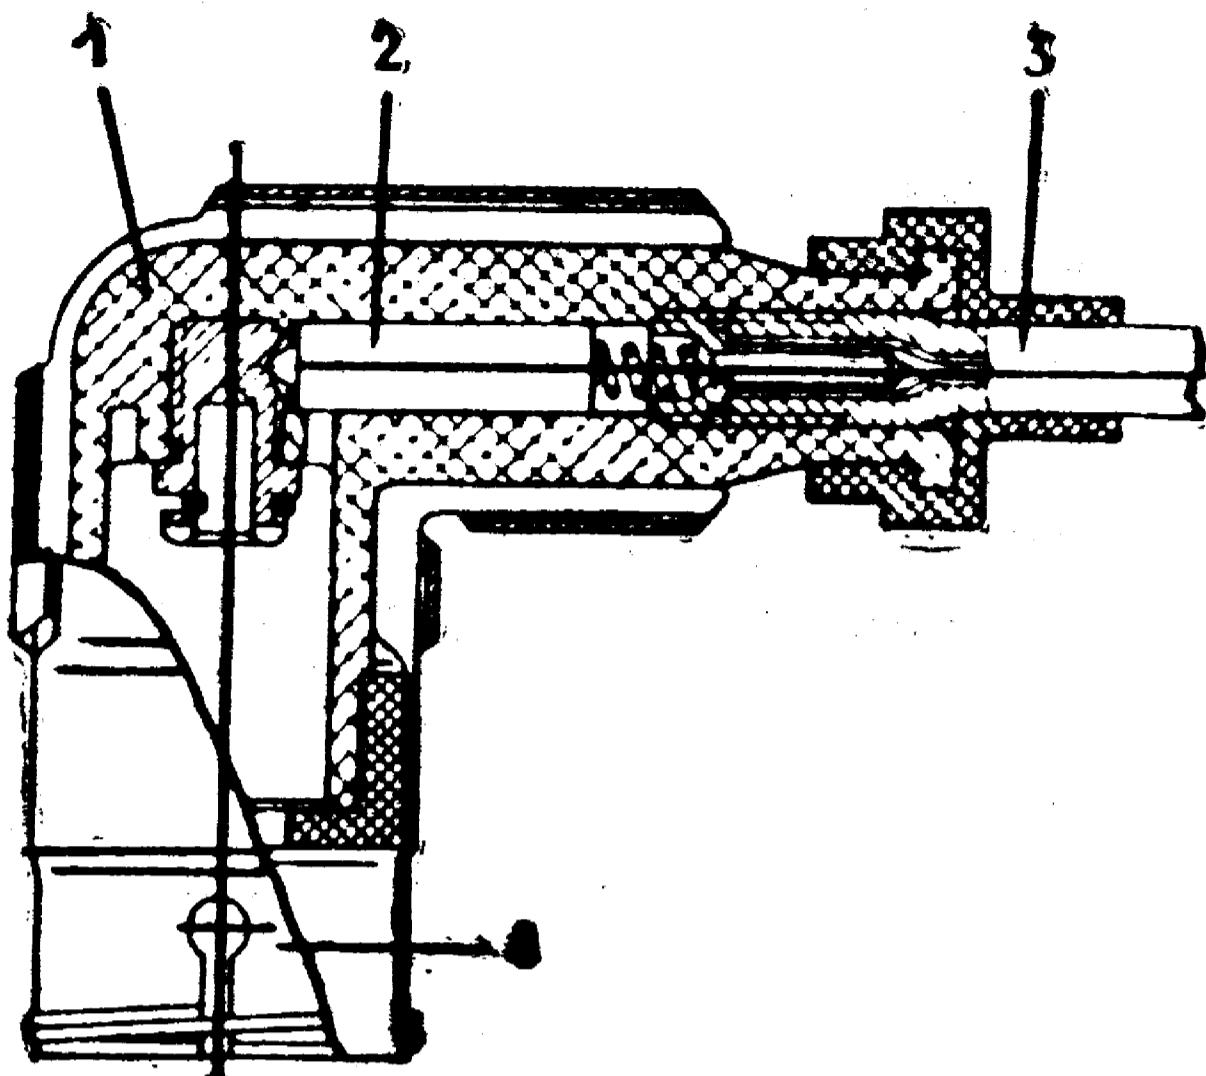

Рис. 33. Наконечник свечной:
5.4.9. Наконечник свечной (рис. 33) соединяет свечу зажигания с высоковольтным проводом катушки зажигания и обеспечивает снижение радиопомех до допустимых норм. В процессе эксплуатации рекомендуется периодически проверять надежность крепления проводов в наконечнике и в катушке зажигания, продувать наконечник с целью удаления пыли между экраном и корпусом, протирать наконечник внутри. Провод должен быть ввернут в наконечник до упора.